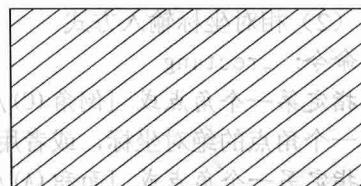

图 2-4 填充效果
Step6 单击“确定”按钮，完成填充操作，填充效果如图 2-4 所示。